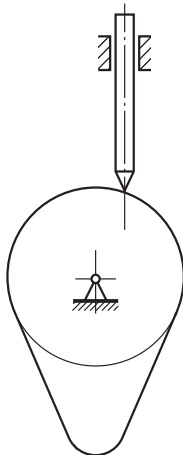

图 3.6
7. 图 3.6 所示为一偏置直动从动件盘形凸轮机构。试根据偏距合理确定凸轮回转方向。